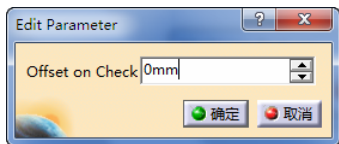

图 3-78 定义检查余量 (5)
● 定义检查余量 (5)。双击“Offset on Check”，弹出“Edit Parameter”对话框，可设置余量大小为“0mm”，如图 3-78 所示。